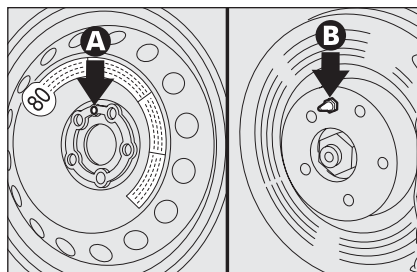

fig. 9
- monter la roue compacte en faisant coïncider un des trous **A-fig. 9** au pion de centrage correspondant **B**;
- monter la roue normale en se rappelant que le pion **B-fig. 9** doit coïncider avec un des trous **A**;